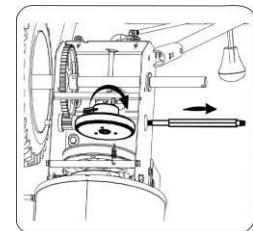

Рис.24
**Примечание:** Если вы заменяете узел фрикционного колеса в целом, удалите изношенную деталь и вставьте новую деталь на шестигранный вал. Выполните действия для снятия фрикционного колеса и замените только резиновое кольцо. Рис.24.